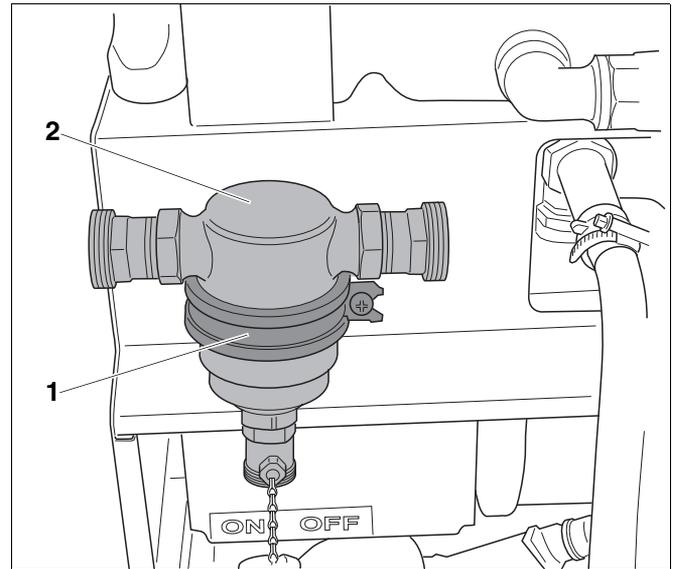

Abb. 7 Schmutzabscheider an Befüllstation montieren
- Befestigen Sie die Rohrschelle (Abb. 7, **Pos. 1**) mit der beiliegenden Schraube an der Bohrung der Befüllstation.
- Setzen Sie den Schmutzabscheider (Abb. 7, **Pos. 2**) in die Rohrschelle (Abb. 7, **Pos. 1**) und ziehen Sie diese an.